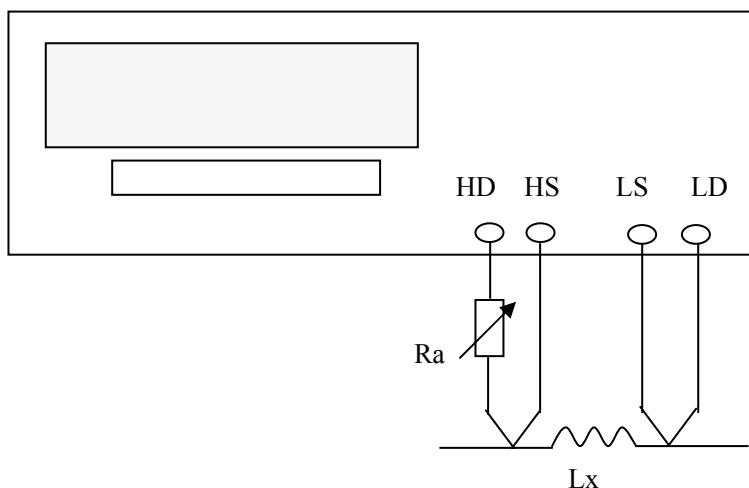

图 5-5 信号源内阻调节示意图
2. 使用图 5-5 所示的方法用户可自行调整信号源内阻以满足测试电流的要求，以达到不同仪器测试结果的一致性。上图中调节电位器  $R_a$ ，使电流为需要值，此时可将  $R_a$  更换为一固定电阻。用此方法可调节不同仪器测量的一致性。